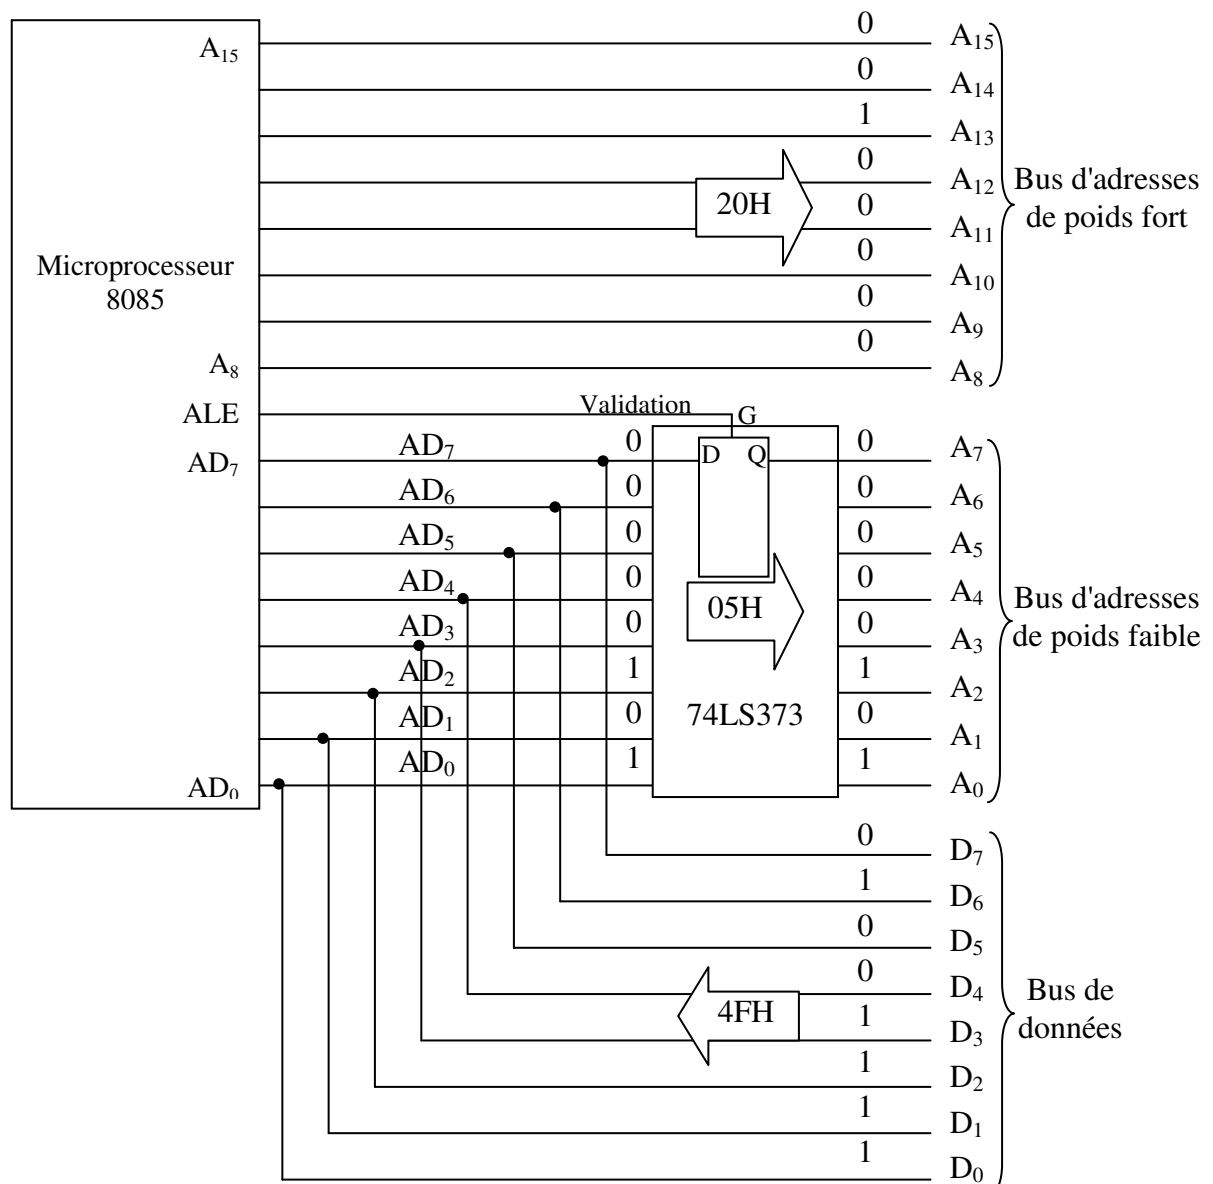

Figure V.2 : Démultiplexage des bus d'adresses et de données AD₇-AD₀
La figure IV.2 montre l'utilité des latches pour le démultiplexage de bus. Le bus AD₇-AD₀ est connecté aux entrées des latches 74LS373. ALE est connectée à la broche de validation (G) des latches. Quand ALE est à l'état haut, les latches sont transparents; ça veut dire que les sorties des latches changent en fonction des entrées. Quand le microprocesseur envoie un 0 sur ALE, l'adresse est mémorisée jusqu'au prochain ALE et la sortie des latches représente le bus d'adresses de poids faible A₇-A₀. Le schéma de la figure V.2 indique une lecture mémoire de la valeur 4FH à partir de l'adresse 2005H.